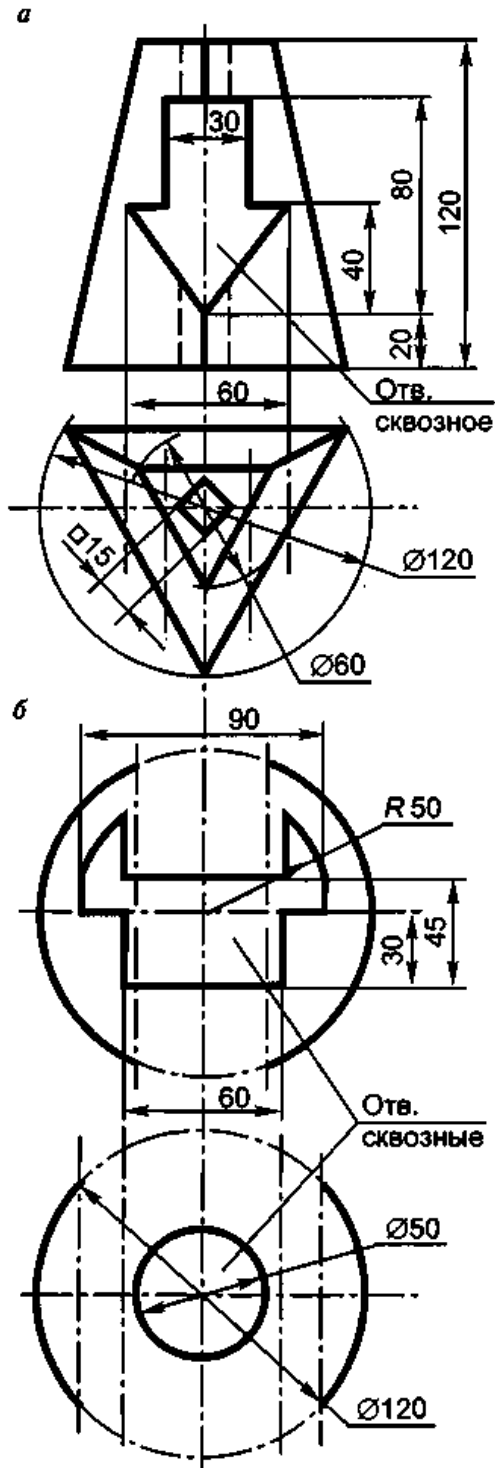

Рис. 2.39
29. Выполнить чертежи треугольной пирамиды (а) и сферы (б) с окнами в трех проекциях с тремя разрезами каждой (рис. 2.39).